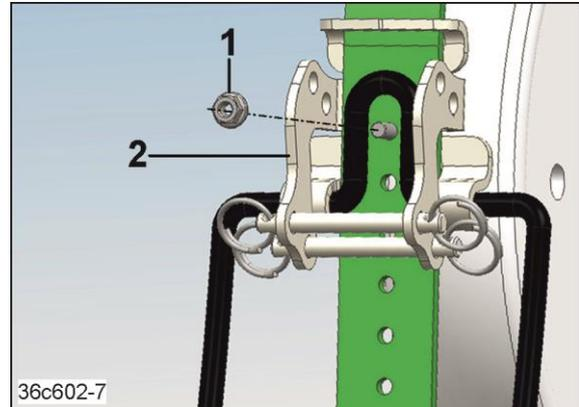

Fig. 283
2. Die selbstsichernde Skt-Mutter (Fig. 283/1) lösen und den Zinkenhalter (Fig. 283/2) in der gewünschten Bohrung der Lochgruppe wieder anschrauben.